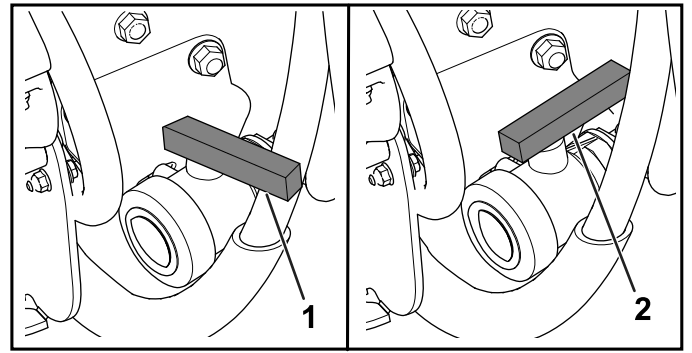

Bild 93
3. Öffnen Sie das Ventil und lassen alle nicht verwendete Lösung aus dem Behälter (Bild 93) aus.